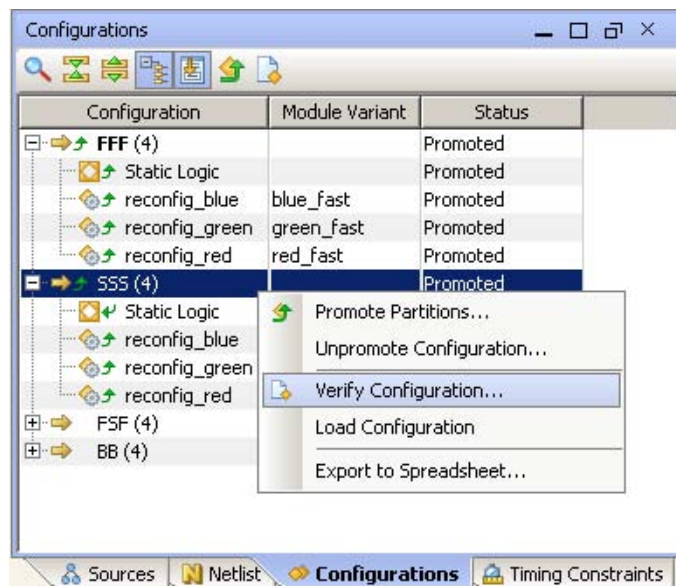

図 4-36 : コンフィギュレーションの検証
1. pr_verify は、[Configurations] ビューのポップアップ メニューから実行します (図 4-36)。これは、すべてのデザイン ルールが守られたかどうかを確認するパーシャル リコンフィギュレーション デザインの重要な手順です。